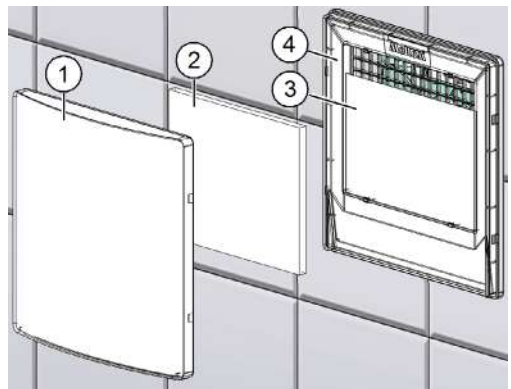

Abb. 12: Filter und Reguliervlies wechseln
- ▶ Greifen Sie an einer Ecke von unten in den Ansaugdeckel (Pos. 1 in Abb. 12) und ziehen Sie den Ansaugdeckel vom Filterträger (Pos. 4 in Abb. 12) ab.
- ▶ Entnehmen Sie den gebrauchten Filter (Pos. 2 in Abb. 12).
- ▶ Wechseln Sie bei starker Verschmutzung auch das Reguliervlies (Pos. 3 in Abb. 12, nur bei Lüftern mit einer Luftleistung von 60 m³/h mit seitlichem Ausblas).